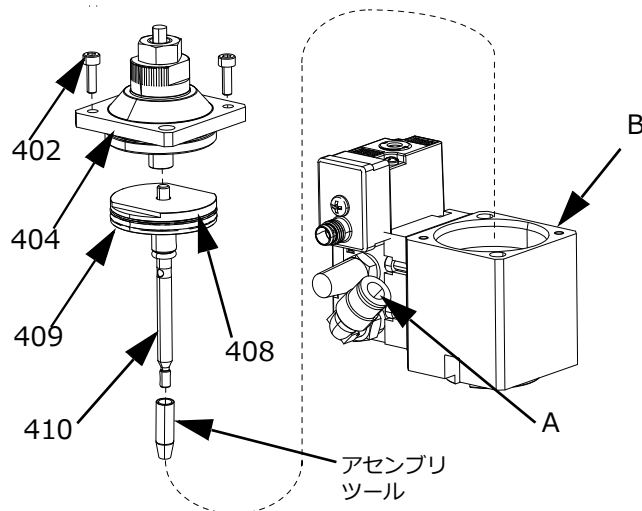

図 23
4. スナップバックチップのアセンブリのあるバルブでエアセクション (B) のアセンブリを行うには：
- a. ひっかき傷、カット、摩耗がある場合、ピストン O リング (408) を交換してください。図 23
- b. 付属の青い嫌気性接着剤をピストンロッドのネジ山に塗布します (410)。
- c. ピストンロッド (410) をピストン (409) にネジで留めます。
- d. ピストンフラット (409) を万力で挟みます。六角レンチをピストンロッド (410) の穴に入れます。8 ~ 10 インチポンド (0.9 ~ 1.1 N•m) のトルクで締めます。ナット (417) をピストンロッド上に配置し、24-36 インチポンド (2.7 - 4.1 N•m) のトルクで締めます。
- e. アセンブリツールを取り付けたピストンアセンブリを、エアセクション (B) の底部の O リングを通して挿入します。